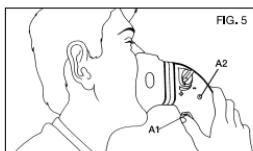

FIG. 5
5. Setzen Sie sich bequem und halten das Inhalationsgerät in vertikaler Position. Bringen Sie die Maske an den Mund und drücken den Knopf (A1) (Abb. 5); die LED-Anzeige (A2) des Inhalationsgerätes zeigt grünes Dauerlicht, dann beginnt das zerstäubte Medikament auszutreten. Atmen Sie tief. Für eine noch wirksamere Behandlung halten Sie nach dem Inhalieren den Atem kurz an, damit sich die inhalierten Aerosol-Tröpfchen den Atemwegen entlang absetzen können. Um die beste Ausnutzung des Medikaments zu erzielen, lassen Sie den Knopf (A1) nach dem Einatmen los. Dann atmen Sie langsam aus.